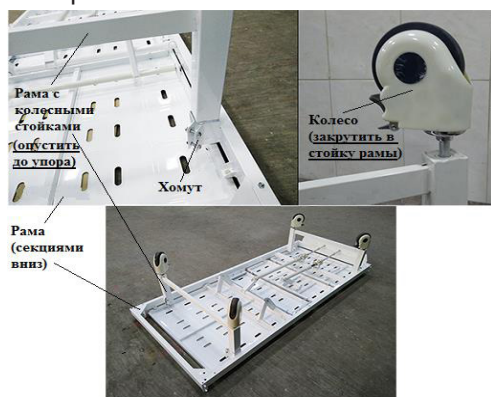

Рис.5. Порядок установки колес
- 7.2.1. Установите раму кровати на чистую поверхность, секциями вниз (см. Рис. 5).